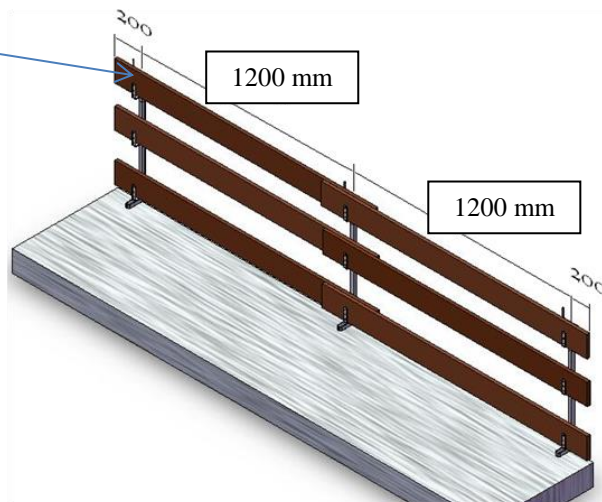

fig. 8
- Completare il montaggio del sistema di protezione provvisorio, inserendo negli appositi sostegni, le tavole (fig. 8 a pag. 9) in legno di abete o di altra essenza (classe minima di resistenza C16 – UNI EN 338), o con altri profili metallici in grado di resistere ai carichi richiesti dalla normativa UNI EN 13374;
- Le tavole (fig.8) o i profili utilizzati devono essere integri sotto l'aspetto della resistenza e la loro lunghezza minima deve essere superiore di almeno 400mm a due campate. (esempio : 1200mm +1200mm+ 1200mm + 200mm + 200mm = 4000mm);